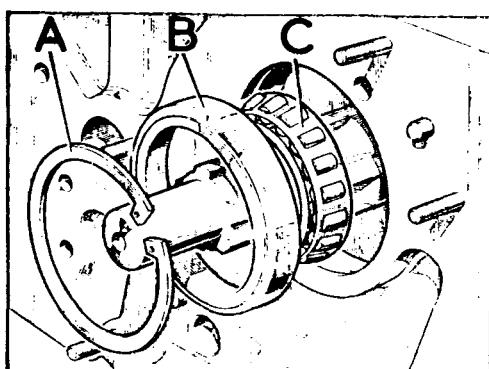

Fig. C1-41 Cojinete delantero para el eje de salida
- 4.3. Colocando trapos para proteger los alojamientos de los cojinetes en la caja reduc-tora se montará el rodamiento, C (Fig. C1-41), sobre el eje, y seguidamente la -- pista exterior, B, que se sujetará con el arillo, A.